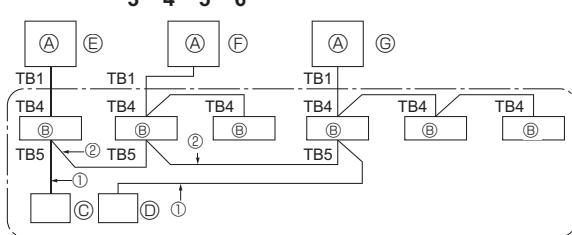

Fig. 10-1
10. Contrôle du système (Fig. 10-1)